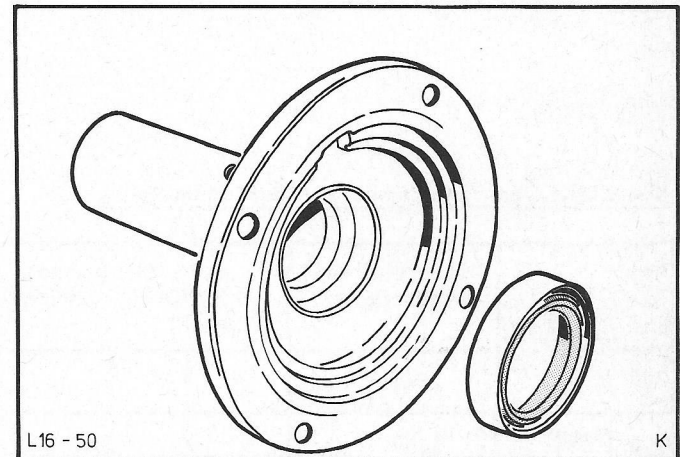

Fig. 36 Oliekeerring in geleidehuls aanbrengen.
67. Smeer de afdichtlippen in met versnellingsbakolie en tik de keerring met een passend stuk pijp in de geleidehuls, fig. 36.